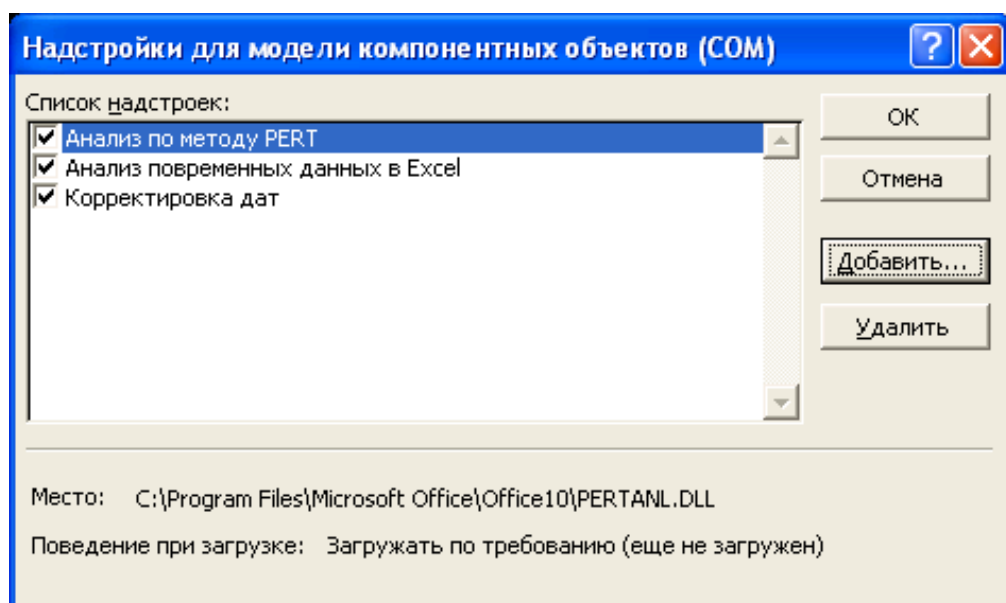

Рис. 5.16. Вікно вибору надбудов
6. У меню **Сервис (Tools)** обрати команду **Надстройки COM (COM Add-Ins)** (рис. 5.16).